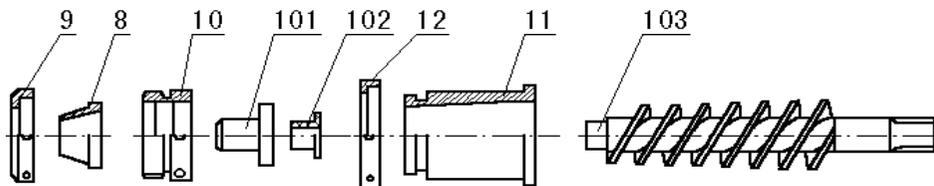

Рис.10
- Поверните формующую головку (5) на 90 градусов;
- Удалите остатки сухой муки из бункера для муки (7) и нижней коробке, очистите формирующий стул, матрицу, верхний и нижний щитки от остатков муки, теста, фарша.
- Снимите гайку для регулирования толщины мучной оболочки (9), поставьте рукоятку муфты (21) для подачи фарша в положение “OFF”, включите аппарат и с помощью теста выдвиньте форсунку (8), затем выключите аппарат, отключите от электрической сети и отвинтите гайку для крепления внутреннего выхода теста (10), снимите форсунку (101 Рис.10), промойте детали в тёплой воде.
- Снимите гайку крепления (12), включите аппарат и с помощью теста выдвиньте корпус тестозула (11), затем выключите аппарат и вытяните тестошnek (103), промойте его в тёплой воде, удалите остатки теста в тестобункере (13) для предотвращения образования твёрдых кусочков теста и поврежденияпельменей при изготовлении.
- Отвинтите трубку фарша (16) по направлению, указанному на рис. 10, и промойте в растворе соды пищевой.